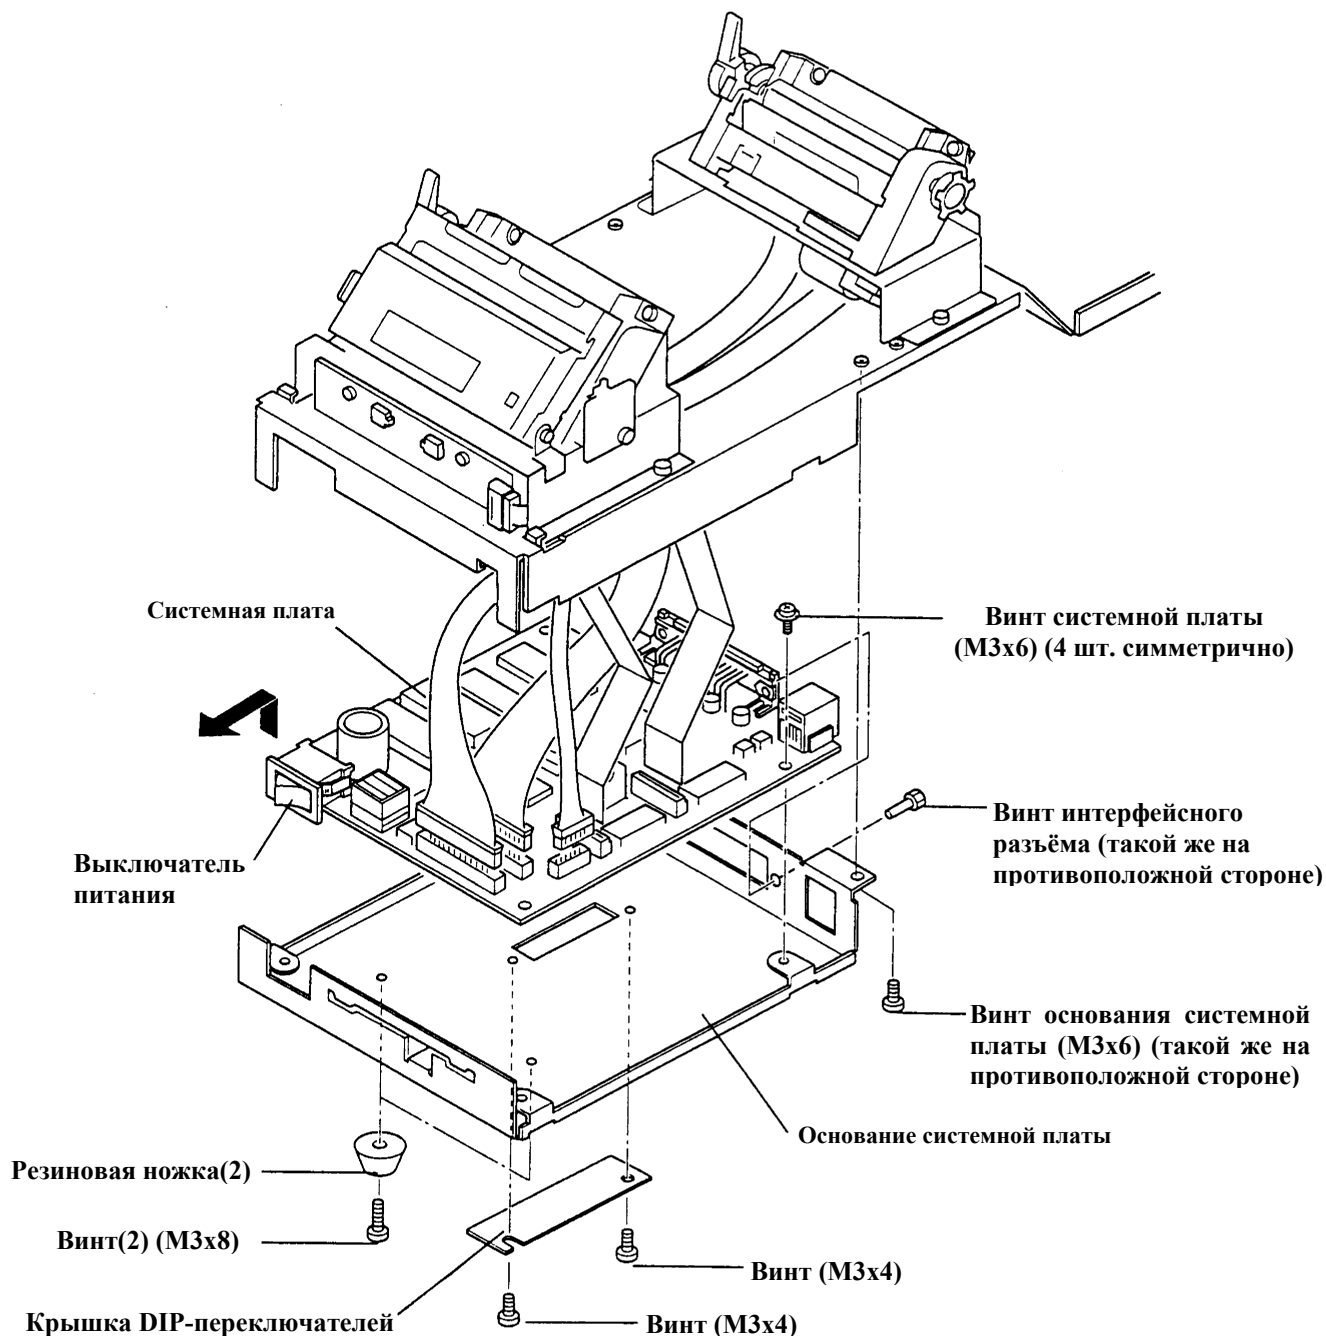

Рисунок 2
1. Отвернуть 2 винта, удерживающих основание системной платы (см. рисунок 2).
2. Отсоединить все кабели, присоединенные к системной плате (см. рисунок 2).